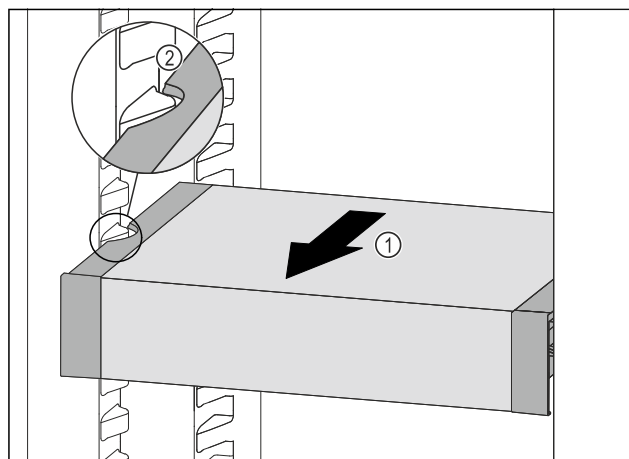

Fig. 92
- 向前拉动 VarioSafe Fig. 92 (1)，直至 VarioSafe 的侧部凹槽与冷藏区中的容器肋梁持平。Fig. 92 (2)